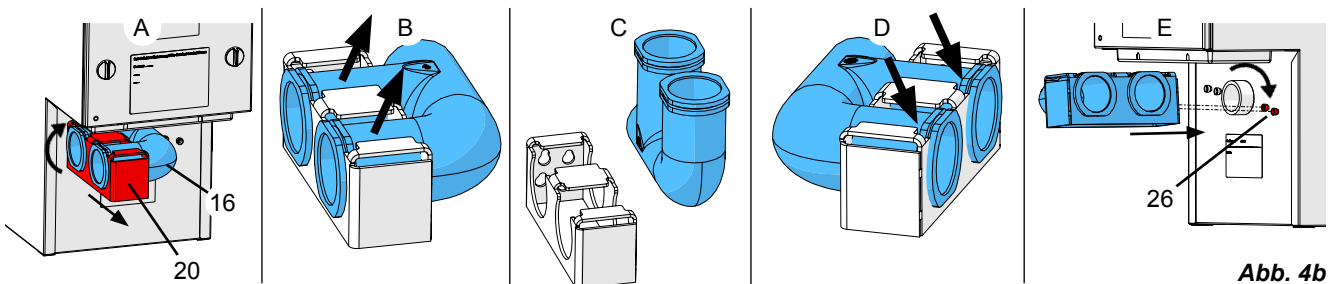

Abb. 4b
- ⇒ Ansaugkrümmer (16) auf Absaugstutzen der Absaugung aufstecken und Halterung (20) in Halteschrauben (26, Abb. 4b) einhängen.